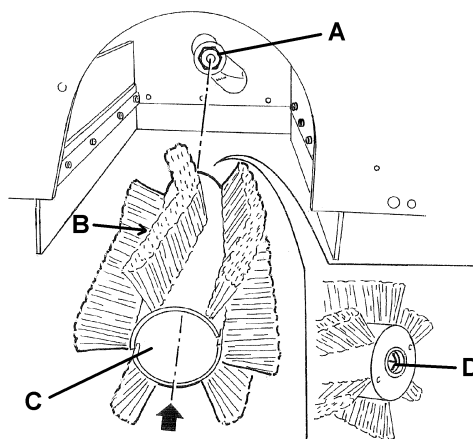

Figure 6
7. Contrôler que le moyeu entraîneur (A, Fig. 6) est propre et non obstrué par des objets (cordes, chiffons, etc.) enroulés accidentellement.
8. Installer le nouveau balai central, en orientant les poils (B, Fig. 6) comme indiqué dans la figure.
9. Installer le nouveau balai central (C, Fig. 6) dans la machine et s'assurer que sa prise (D) s'insère dans le relatif moyeu entraîneur (A).